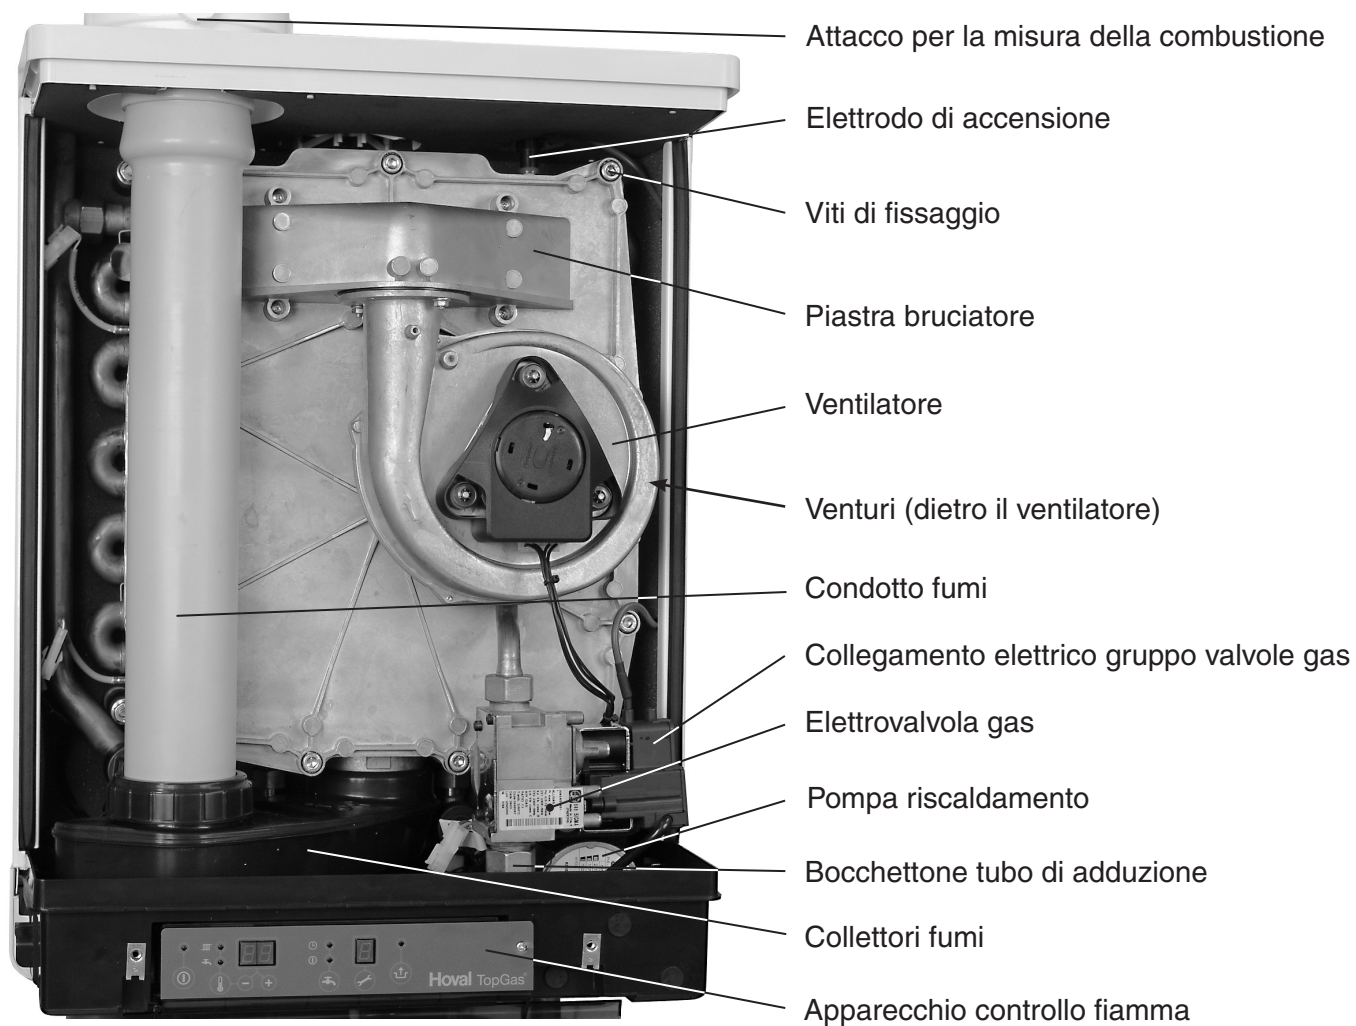

Fig. 6.4-1
- Svitare il bocchettone del tubo gas del gruppo valvole gas (fig. 6.4-1 / pagina 30).
- Rimuovere le viti di fissaggio del bruciatore (Fig. 6.4-1 / pagina 30).